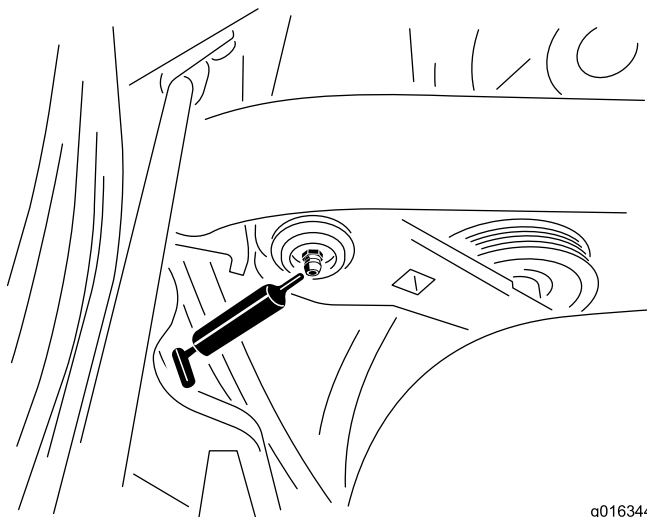

図 29
1. 異物を入れてしまわないよう、グリスニップルをきれいに拭く図 29。